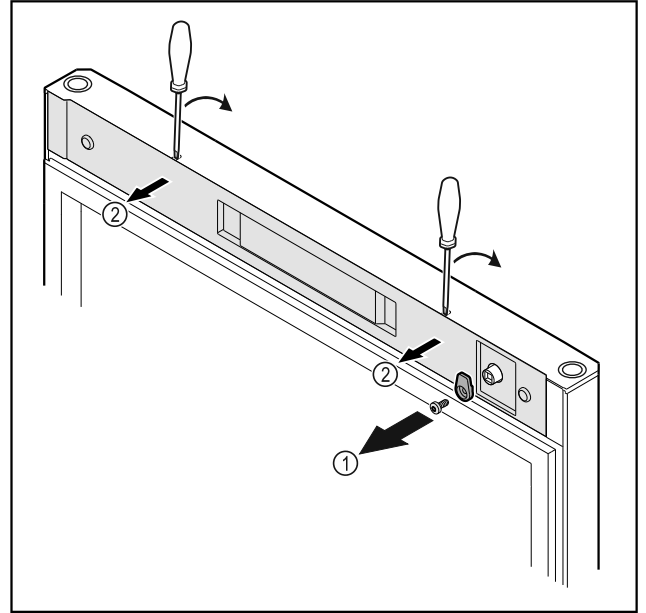

Fig. 22
- Schließhaken Fig. 22 (1) abschrauben.
- Abdeckung Fig. 22 (2) mit einem kleinen Schraubendreher ausrasten und abnehmen.